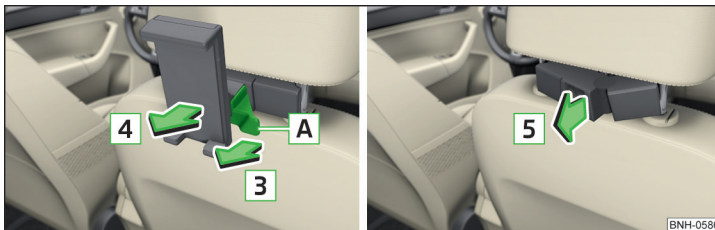

Abb. 98 Abnehmen: Halter / Adapter
- Zum **Abnehmen** an der Sicherungslasche **A** in Pfeilrichtung **3** ziehen und den Halter in Pfeilrichtung **4** aus dem Adapter nehmen » Abb. 98.